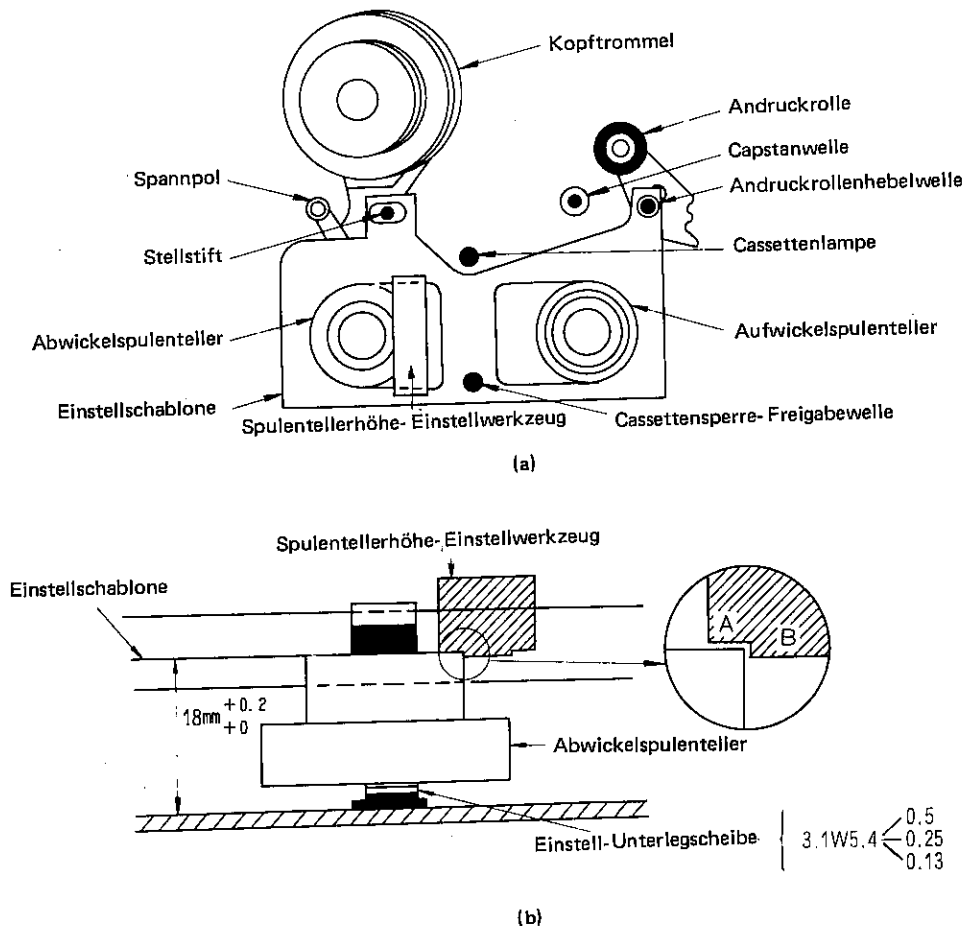

Abb. 12
1. Das Cassettengehäuse entfernen und die Einstellschablone wie in Abb. 12- (a) gezeigt in den Mechanismus einsetzen. Darauf achten, daß die Schablone die Kopftrommel nicht berührt.
2. Mit dem Einstellwerkzeug für die Spulentellerhöher überprüfen, ob die Oberseite des Spulentellers niedriger als A oder höher als B ist (siehe Abb. 12-(b)) Falls die